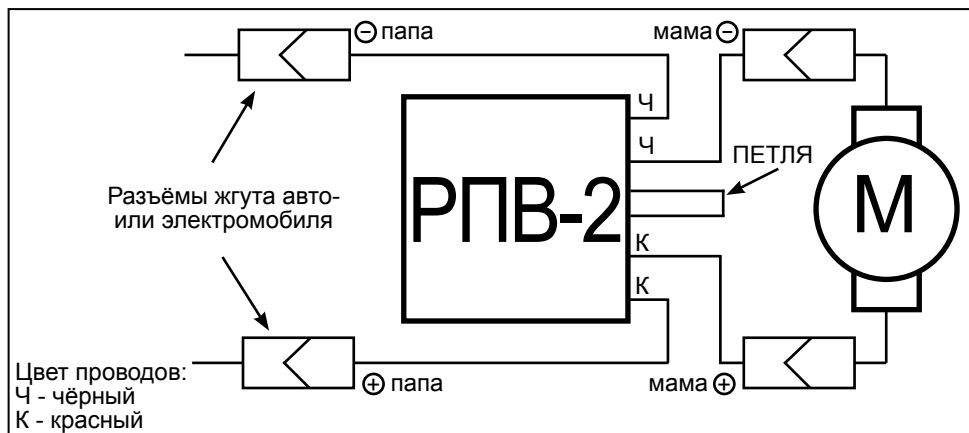

Рисунок 2. Регулятор РПВ-2. Схема подключения
5.2 Установка регулятора производится при помощи разъёмов в разрыв цепи питания вентилятора системы охлаждения двигателя рис. 2. Закрепите регулятор на кузове автомобиля хомутом или другим подходящим способом.